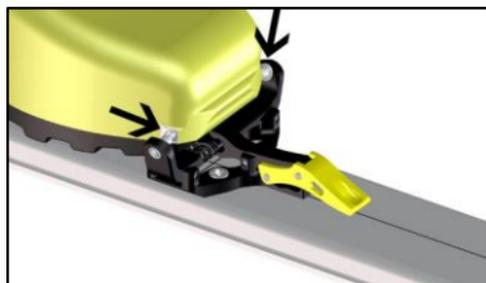
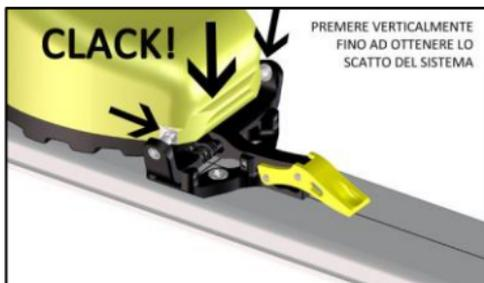
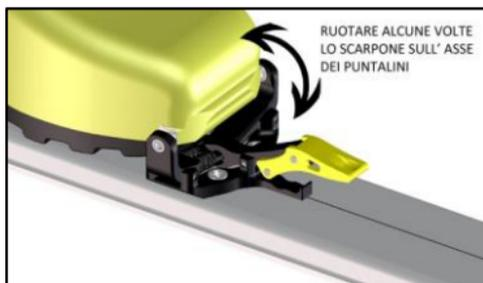

FIGURA 11
FIGURA 12
FIGURA 13
- Avvicinare la punta scarpa al puntale, portando le due sedi dell'inserto metallico anteriore dello scarpone in corrispondenza dei puntalini di aggancio dell'attacco (FIGURA 11). Da questa posizione, premere la punta scarpa verso il basso (verticalmente) generando lo scatto del sistema elastico che andrà a chiudersi sullo scarpone (FIGURA 12/13). Far oscillare poi alcune volte lo scarpone sull'asse dei puntalini, per verificare il corretto accoppiamento scarpone attacco, come mostrato in FIGURA 13.